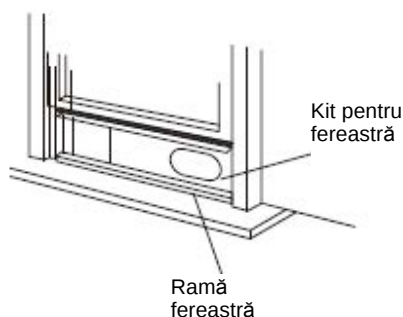

Fig. 10
3. Tăiați sigiliul din spumă (de tip adeziv) la lungimea adecvată și atașați-l în partea de sus a ferestrei. După cum se vede în Fig. 10.